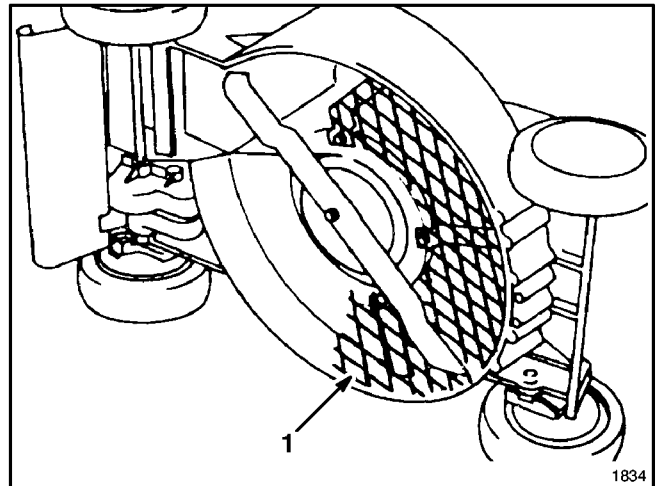

Abbildung 32
2. **Laubschredder-Kit, Modell Nr. 59180**—In Minuten auf der Unterseite des Mähers montierbar, ohne daß das Mähmesser abgenommen werden muß. Zerkleinert Blätter und erlaubt damit sauberes Absaugen in den Grasfangsack und praktische Entleerung (Abb. 32).